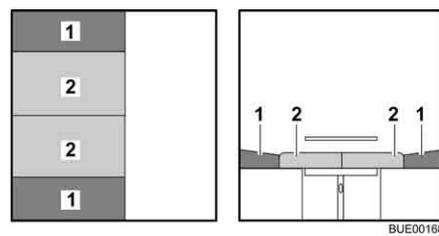

Fig. 71 Después de la transformación
- Tirar de los cojines del asiento (Fig. 71,2) hacia el centro.
- Colocar los cojines del respaldo (Fig. 71,1) entre los cojines del asiento y la pared.